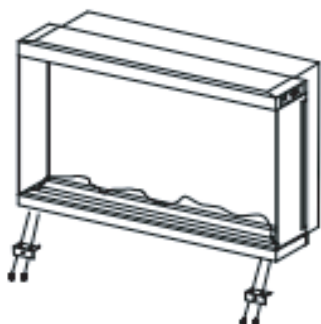

Abb. 1
Schritt 2. Befestige die Montagehalterung aus dem Zubehörbeutel mit vier Schrauben (4 × 10 mm) an der Unterseite des Produkts, wie in Abbildung 1 gezeigt.